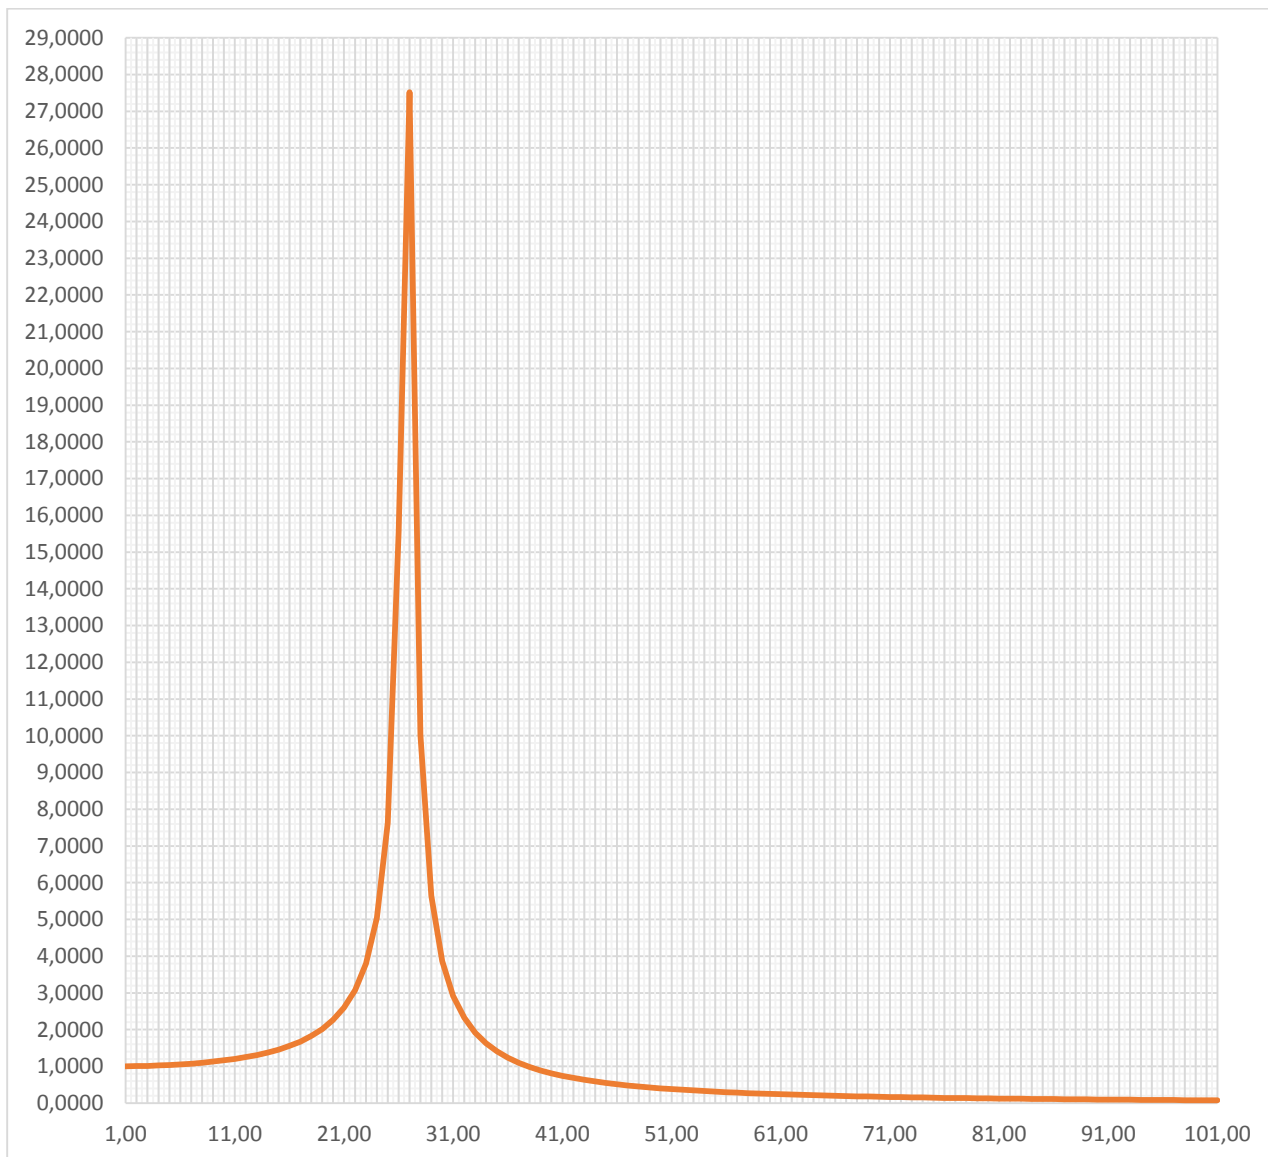

Рис. 2. Пример вычисления АЧХ колебательного контура в диапазоне от 1 до 101 кГц при  $C=17900$  пФ,  $L=1,975$  мГн и  $R=10,5$  Ом;  $f_{рн}=26,77$  кГц.
**Задание 3.** По таблице задания 2 построить графики как на Рис. 1 и Рис. 2.